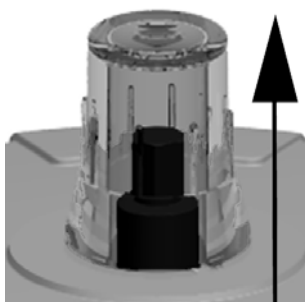

Fig. 20
- ▶ Mueva la válvula a la posición de “abierto”, véase Fig. 20
- ▶ Mueva el actuador a la posición de “abierto”, véase Fig. 20